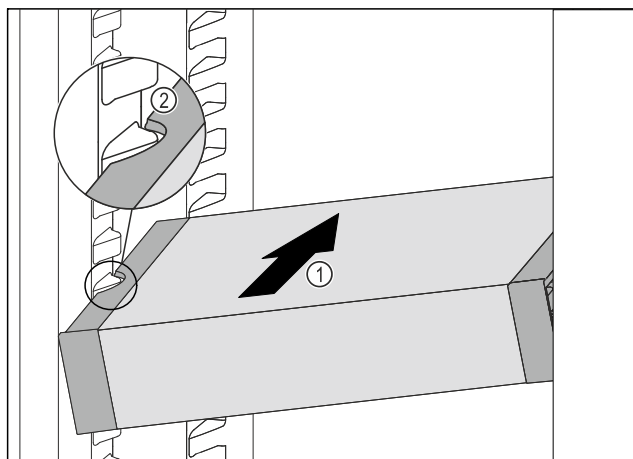

Fig. 82
- ▶ VarioSafe wsunąć ukośnie do chłodziarki Fig. 82 (1), aż boczne wycięcia Fig. 82 (2) VarioSafe będą się znajdować na wysokości żeber pojemnika w chłodziarce.